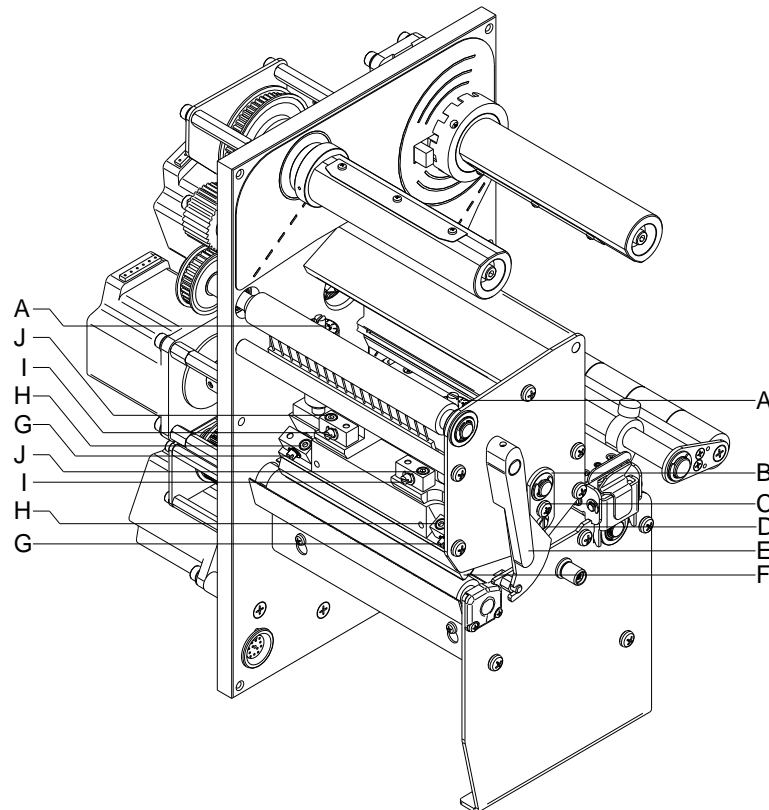

Abbildung 19
1. Schrauben (H oder J, Abbildung 19) mit einem Innensechskantschlüssel ca. $\frac{1}{4}$ Umdrehung lösen.
2. Parallelität mit den Stellschrauben (G oder I, Abbildung 19) einstellen.
4. Schrauben (H oder J, Abbildung 19) wieder anziehen.
Falls nach Einstellen der Parallelität kein gleichmäßig starker Druck über die gesamte Druckbreite vorliegt, kann mit dem Stellblech (B, Abbildung 19) ein Ausgleich wie folgt geschaffen werden:
1. Schraube (C, Abbildung 19) ca. $\frac{1}{4}$ Umdrehung lösen.
2. Exzenterbolzen (D, Abbildung 19) drehen, um einen Druckausgleich zu schaffen und solange nachstellen, bis ein gleichmäßiges Druckbild vorliegt.
3. Schraube (C, Abbildung 19) wieder anziehen.